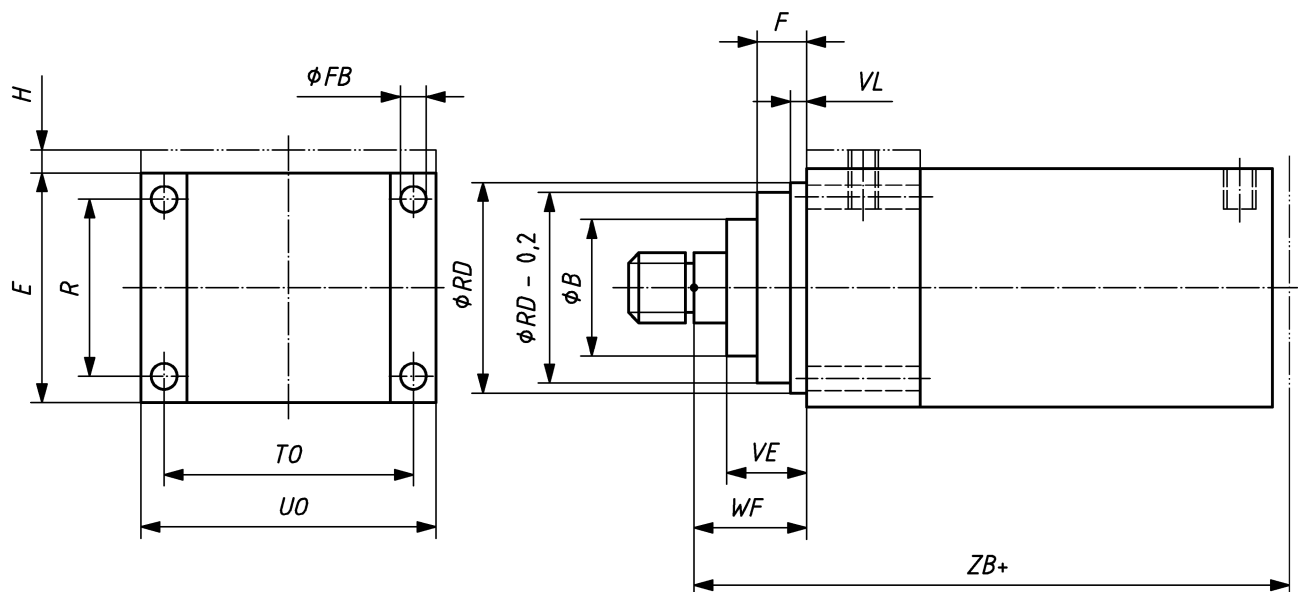

Bild 2 — ME 5 — Rechteckflansch, kopfseitig
- ME 5 – Rechteckflansch kopfseitig (siehe Bild 2 und Tabelle 2)